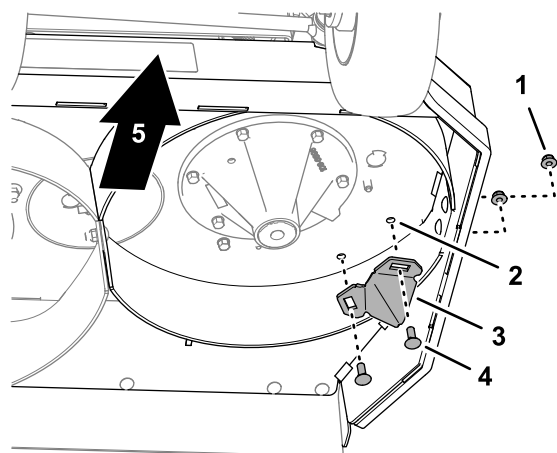

Figura 5
1. En el lado derecho de la carcasa de corte, alinee las ranuras del golpeador con los 2 taladros de 10 mm que perforó en la carcasa de corte (**Figura 5**).
- Monte el golpeador en la carcasa (Figura 5) con 2 pernos de cuello cuadrado ($\frac{3}{8}$ " x 1") y 2 contratuercas con arandela prensada ($\frac{3}{8}$ ").